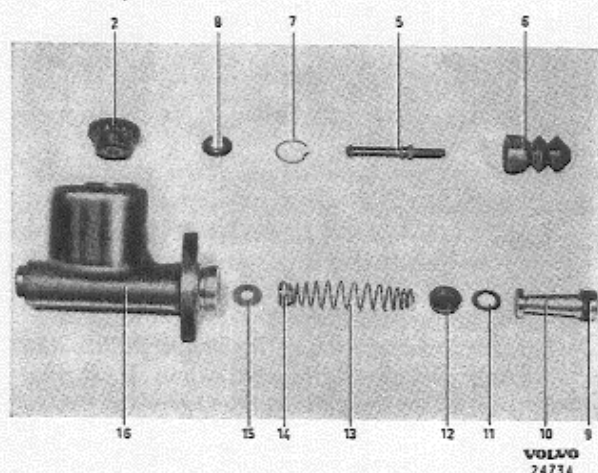
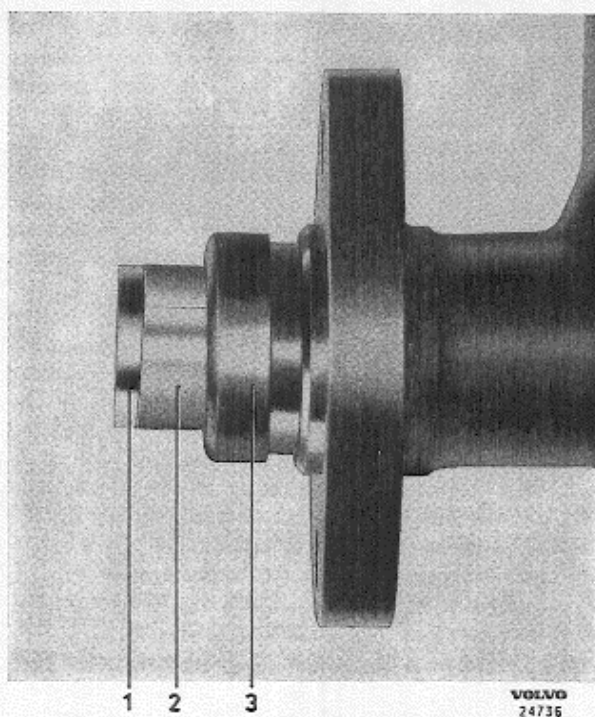

Abb. 50. Hauptzylinder, spätere Ausführung.
Abb. 51. Kolben einbauen.
2. Die Gummimanschette (6) abziehen und Sicherungsring (7) und Scheibe (8) sowie Druckstange (5) ausbauen. Zylinder an-heben, damit die Teile herausfallen kön-nen, siehe Abb. 50.
1. Die Scheibe (15 Abb. 50) bis zum Anschlag des Zylinders anbringen.
2. Die Dichtung (12) an der Federführung anbringen. Die Dichtung in Bremsflüssigkeit tauchen und zusammen mit der Feder und dem Ventil einbauen. Die Scheibe (11) in dem Zylinder anbringen.
- Die Dichtung (9) auf dem Kolben anbringen und lt. Abb. drehen. Den Kolben in Bremsflüssigkeit tauchen und anbringen. Vorsichtig, damit die Dichtung (9) nicht beschädigt wird. Wir empfehlen ein Messingsblatt, das wie ein Rohr geformt ist, als Führung für die Dichtung, siehe Abb. 51. Die Feder zusammendrücken und Druckstange (5), Scheibe (8) und Sicherungsring (7) anbringen.